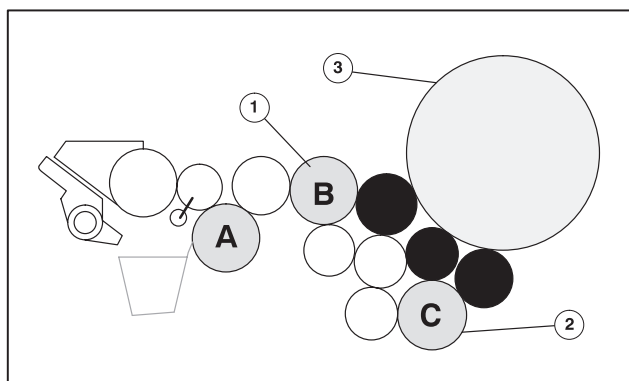

Рис. 30 Регулировка накатных валиков
Накатные валики к растирочным валикам В (Рис. 30/①) и С (Рис. 30/②): 4 мм, к формному цилиндру (Рис. 30/③): 3 мм.